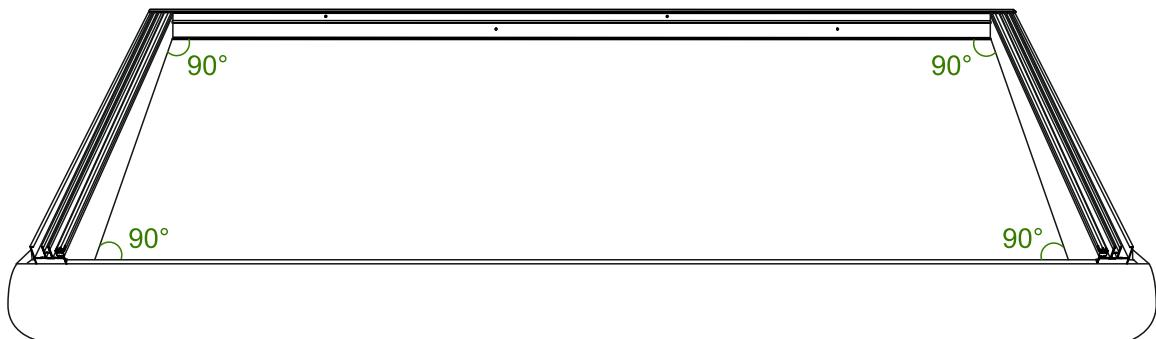

Abb. 9
4. Stellen Sie nun sicher, dass die Randsparren im rechten Winkel zu dem Wandprofil und der Rinne stehen. Siehe Abb. 9.